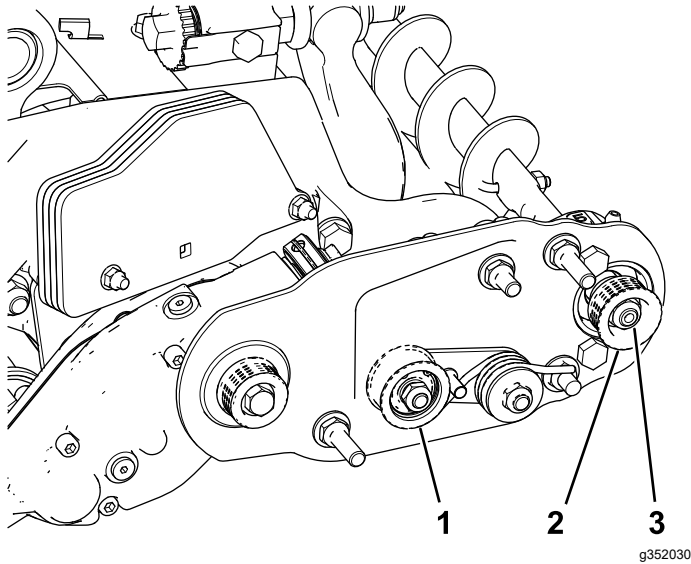
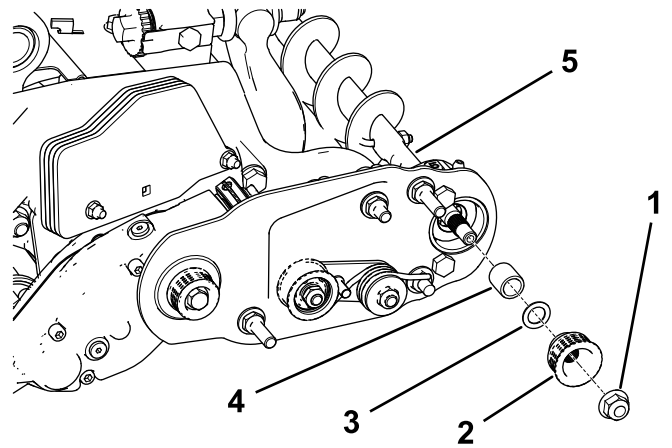

图 24
图 25
注意 从动皮带轮位于滚筒刷轴可以自由出入图 24。
2. 旋转滚刀会带动驱动皮带轮旋转把皮带从驱动皮带轮上撬下来图 24。
3. 卸下将从动皮带轮固定至刷轴的锁紧螺母图 24 或图 25。
4. 从轴上卸下从动皮带轮图 25。
5. 如果皮带轮需要移出可添加 0.8mm 厚的垫圈图 25。